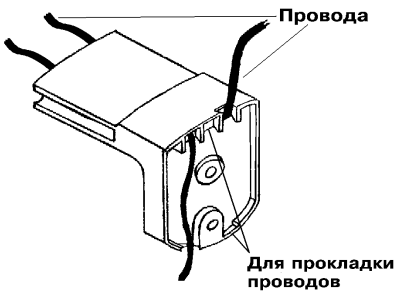

Рис.4
3. Удалите в кронштейне заглушки, образовав каналы, которые будут использоваться для прокладки проводов. Провода пропустите через каналы кронштейна и закрепите кронштейн в выбранном месте на стене (рис.4).